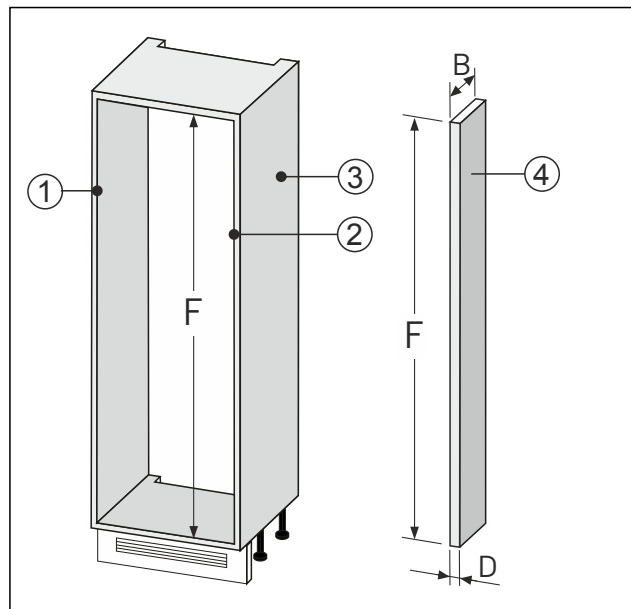

Fig. 87
- Tillverka väggutjämningen Fig. 87 (4) enligt ovan angivna mått.